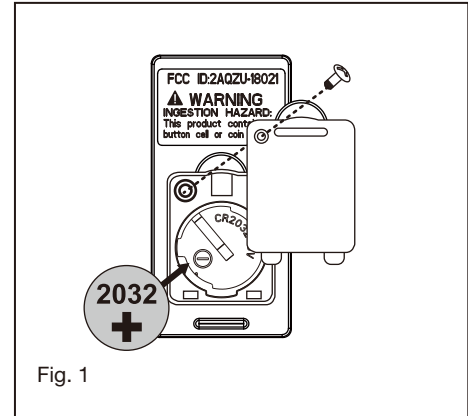

Fig. 1
1. Inserte el receptor en el soporte de montaje en techo con el lado plano del receptor mirando hacia el techo. (Fig. 1) Para un mejor rendimiento, asegúrese de que la antena negra y la antena WIFI, en el extremo del receptor, permanezcan extendidas y no enredadas con ninguno de los cables eléctricos.
Retire el panel del transmisor y luego instale una batería 2032 (incluida). Necesita utilizar un destornillador para abrir o cerrar la tapa de la batería. Para evitar daños al transmisor, retire la batería si no la usa durante períodos prolongados (Fig. 1)